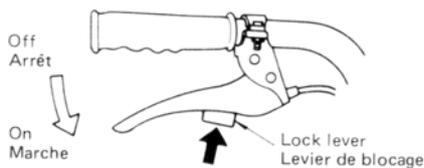

Fig. 11
- 2) By grasping the lock lever while grasping the clutch lever as well and by slowly releasing the clutch lever, the clutch is engaged and the rotary starts rotating. (Fig. 11)
- 2) En saisissant le levier de blocage tout en serrant aussi le levier d'embrayage et en relâchant progressivement ce dernier, l'embrayage est engagé et la fraise commence à tourner. (Fig. 11)